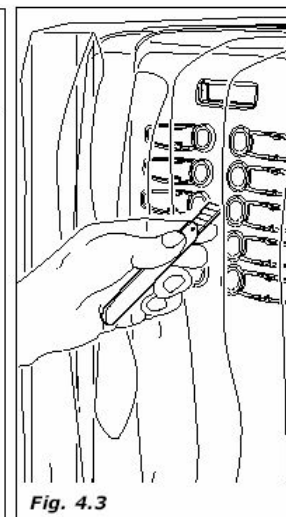

Fig. 4.3
- Освободите автомат от упаковки, разрезав защитную пленку, которой он был обернут, вдоль одного из защитных угловых накладок (Рис. 4.3).